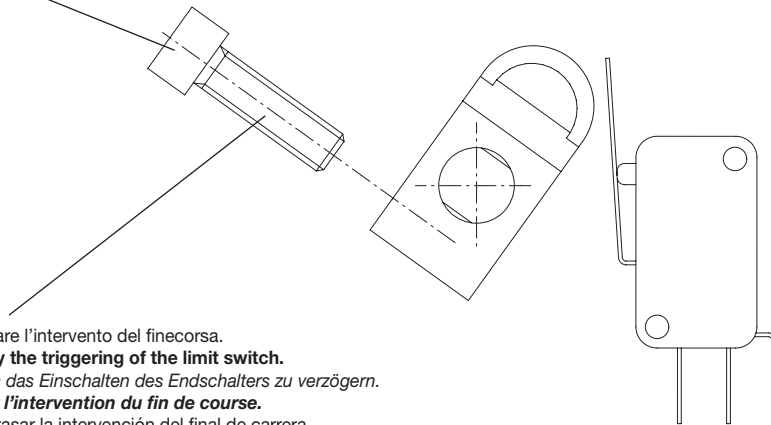

Fig.11
- Die Automatik mit Strom speisen und in Betrieb setzen (wenn die Tür zuerst geschlossen wird, die Leiter 1 und 3 des Speisegeräts des Motors umkehren, Abb. 6 und 7) und mikrometrisch den Verschlussnocken (gelb) wie in Abb. 11 einstellen.